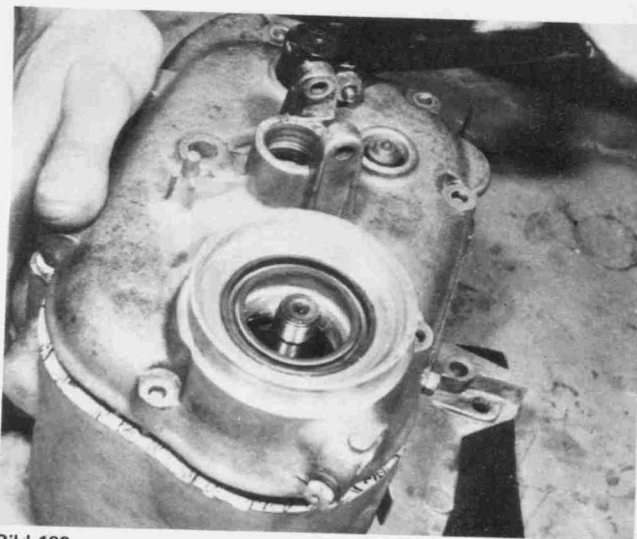

Bild 122
- Den Getriebegehäuse-Deckel auf 80° bis 100° C erwärmen, den Kickstarter (falls vorhanden) leicht nach unten drücken und den Getriebegehäuse-Deckel abziehen. Bei 4-Ganggetrieben bleiben die Lager der Abtriebs- und Nebenwelle und bei 5-Ganggetrieben die Lager aller drei Wellen auf ihrer entsprechenden Welle. Es kann erforderlich sein, die Abtriebswelle leicht mit einem weichen Hammer abzuklopfen. Eine Beschädigung der Dichtung ist zu vermeiden (Bild 122).